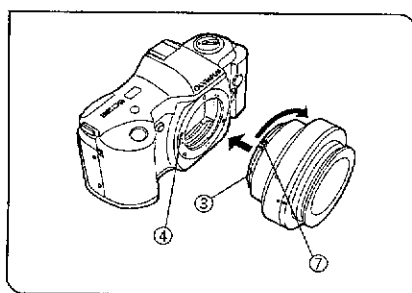

図 44
- 3) OMカメラアダプタのOMマウント部の赤指標③とSC35カメラの赤指標④を合わせて、カチッと音がするまでOMマウント部を時計方向に回します。(図44)
- ◎一眼レフカメラから、マウントを取外す時は、ボタン⑦を押しながら、矢印と反対方向に回し、取外します。(図44)